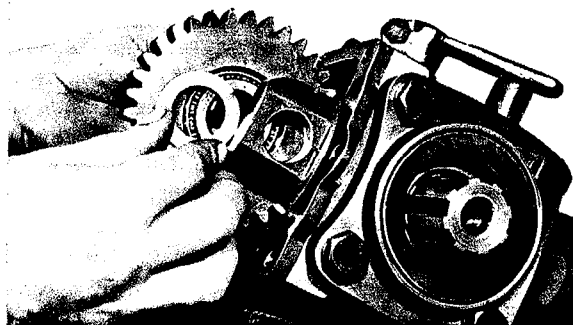

Fig. 65
2.7 Avec l'outil „13“, introduire à force le roulement à billes (3) et l'arbre de sortie dans le boîtier jusqu'à ce que l'épaule de cet arbre vienne en appui contre le roulement à billes (22). Badigeonner le couvercle de fermeture (1), sur le diamètre extérieur, à l'aide de pâte d'étanchéité ou de mastic d'étanchéité et, ensuite, l'enfoncer dans l'alésage.
Introduire la bague intérieure du roulement à rouleaux (34) dans l'engrenage double (35). Introduire l'engrenage double dans le boîtier en le faisant glisser et en mettant une rondelle appropriée (36) (fig. 65). La rondelle (36) doit être choisie de telle façon que l'engrenage double n'ait pas de jeu, mais sans toutefois se coincer. Cette rondelle est disponible dans les épaisseurs suivantes: 2,1; 2,3; 2,5 et 2,7 mm. Enfoncer l'axe (37) avec le trou orienté vers la bride de sortie.